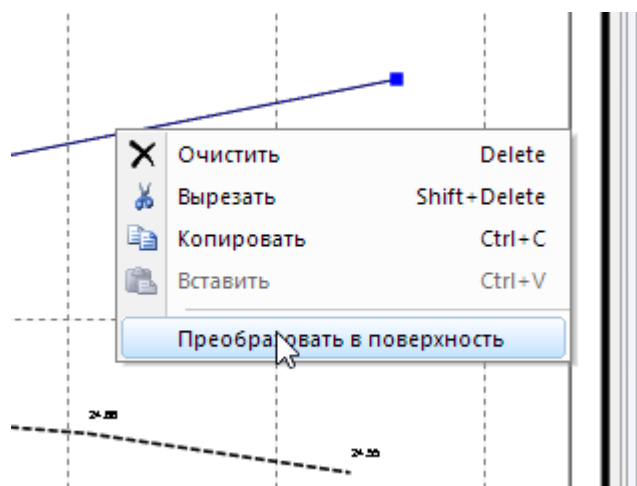

Рис.34 Преобразование ломаной линии в поверхность
**Важное замечание:** Поскольку поверхность является ломанной линией, то в программе **DrillSite** существует возможность преобразования любой ломаной линии (например, полилинии импортированной из **AutoCAD** в проектную поверхность. Для этого нужно выделить ломаную линию, щелкнуть правой клавишей мышки над ней и выбрать пункт выпадающего меню **Преобразовать в поверхность** (Рис.34 на стр.57 ).